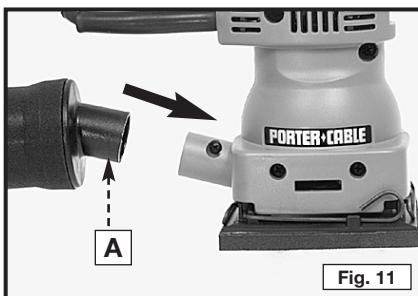
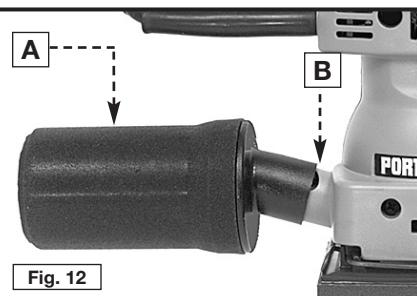

Fig. 11
Fig. 12
1. Posicione el colector de polvo (A), Fig. 11, en la boquilla de la lijadora tal como se muestra en la ilustración. Asiente el colector firmemente en la boquilla, (B) Fig. 12.